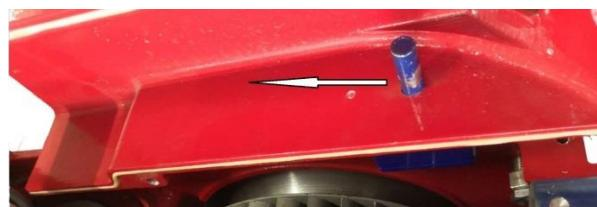

Рисунок 2.8 - Расположение фотодатчика на корпусе горелки
8. Проверка фотодатчика UVF-010-A90. Фотодатчик – устройство контроля наличия пламени горелки установлен на крышке корпуса над датчиком минимального давления воздуха, Рисунок 2.8. Важно внимательно следить за работоспособностью датчика и правильностью его установки.